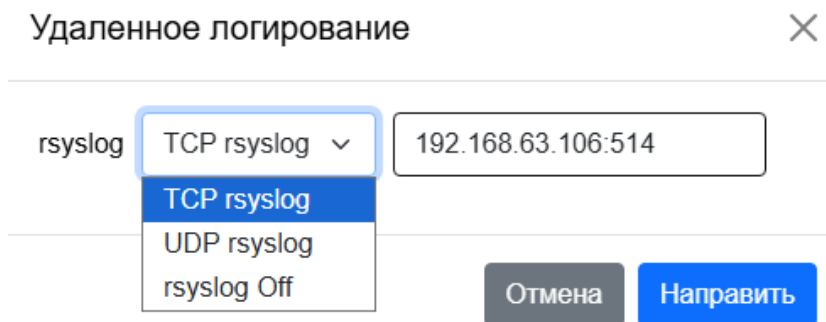

Рисунок 44 – Окно задания сервера удаленного логирования.
При отсутствии внешних источников нажмите кнопку «**Установить**» напротив строки «**Системное время**» (рисунок 44). Время будет скопировано с часов ПК, с которого открыт web-интерфейс.
- а. Нажмите кнопку «**Задать фазу генератора**», которая будет находиться в окне установки системного времени и настройки автономного режима (рисунок 44);